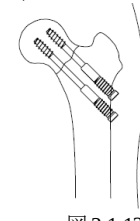

図 2-1-13
- 10) インプラントの状態を正面像及び軸射/側面像で確認し、縫合して手術を終了します。 (図 2-1-13)